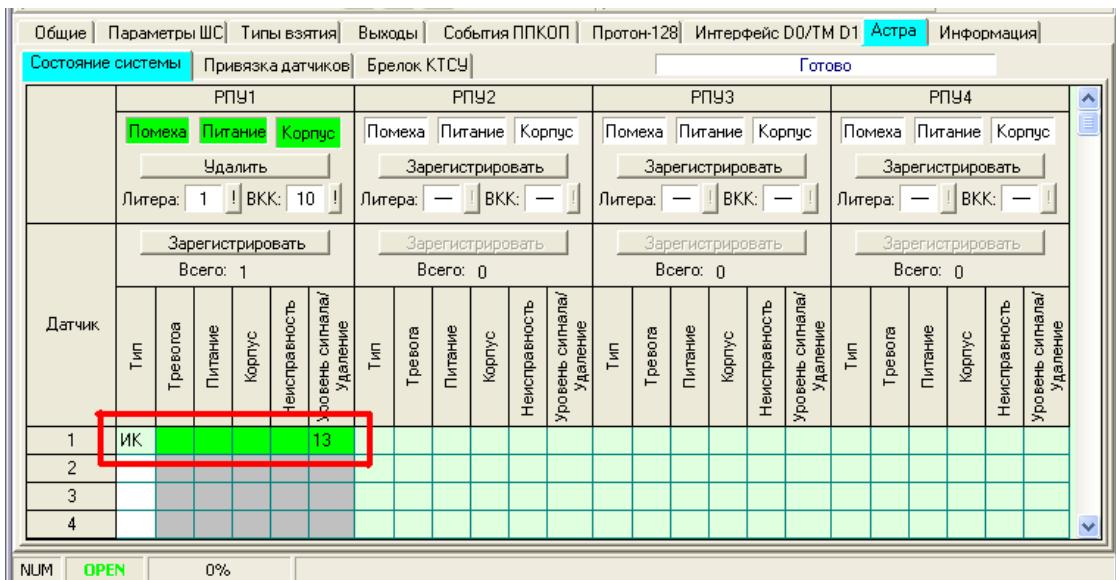

Рисунок 3.27
7) Зарегистрированный датчик появится в списке (рис. 3.27).
- при использовании брелка **Астра КТСУ** для функции тревожной кнопки, необходимо произвести его сопоставление с требуемым номером ШС (рис.3.27 столбец «ШС»);